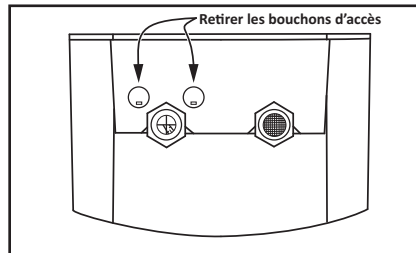

Figure 10 - Retirer les bouchons d'accès.
- 5 À l'aide d'un tournevis à tête plate, retirer les deux bouchons d'accès supérieurs situés à côté du mamelon de sortie. Voir Figure 10.